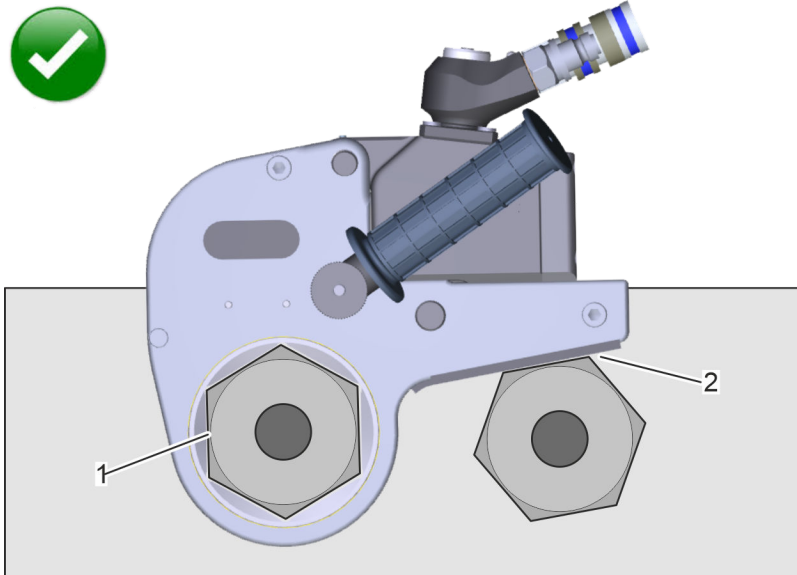

Bild 17: Optimal stödsituation
3. ➤ Säkerställ att reaktionsarmen med stödplattan ligger an med hela ytan mot stödet (Bild 17/2) och inte kan glida av.